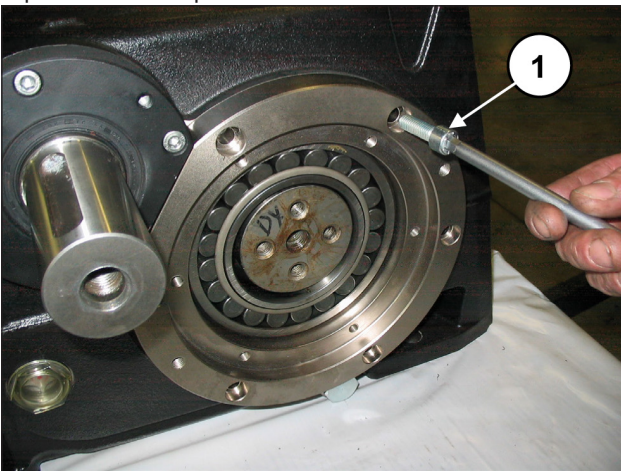

Fig. 75
Visser les couvercles de support de coussinet à l'aide de 6+6 vis M10x30 (rep. ①, Fig. 75).